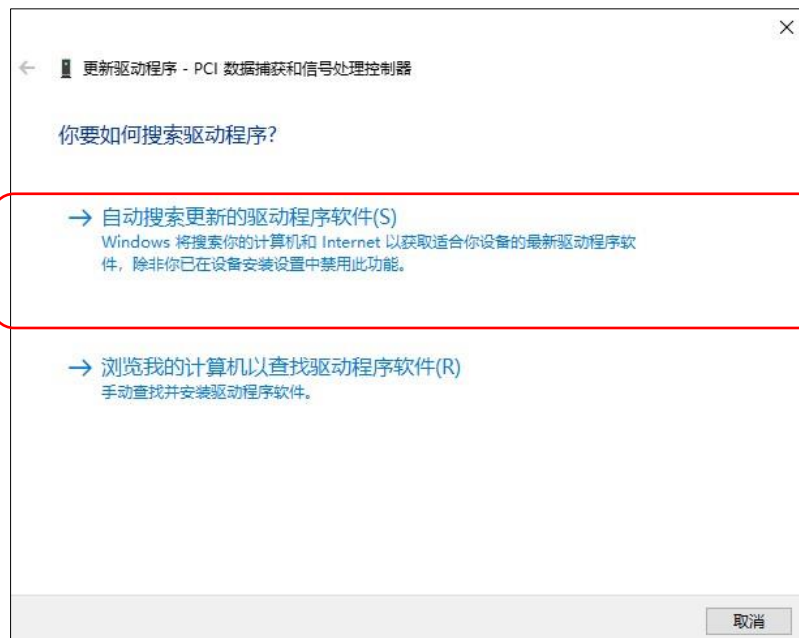

图 2.4 浏览我的计算机以查找驱动程序软件
- 2) 选中“PCI 数据捕获和信号处理控制器”，单击鼠标右键，选择“更新驱动程序”。在弹出对话框中选择“浏览我的计算机以查找驱动程序软件”，如下图 2.4 所示。